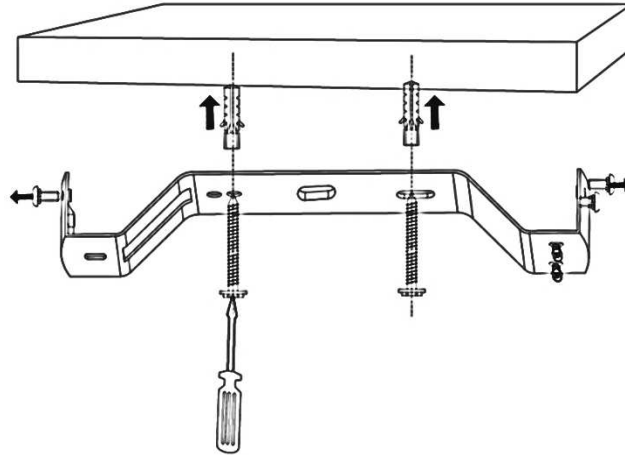

Fig. 2
- Retirez les vis du support de montage (Fig. 2) et le support de moteur. Fig.3